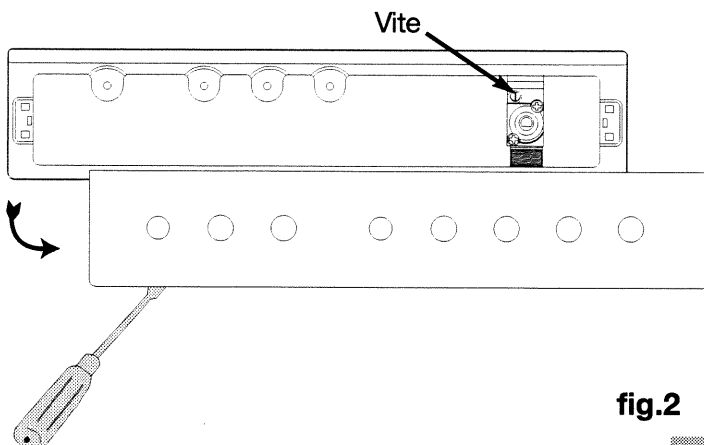

fig.2
- Con un piccolo cacciavite a punta piatta avvitare **completamente** in senso orario la vite di riduzione del flusso in ottone di ogni rubinetto (**fig.2**).
- Svitare di circa un giro la vite di riduzione del flusso in ottone in senso antiorario (**fig2**).